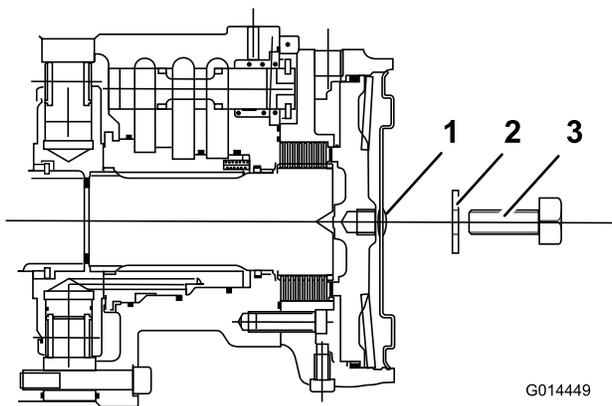

Figura 63
4. Montate la vite di arresto M12 x 40 mm lunga con rondella nel foro al centro della piastra di chiusura del motorino (Figura 63).
5. Serrate la vite di arresto nel foro filettato del pistone del freno fino a sbloccare il freno (Figura 63).
6. Identificate il gruppo freno a disco motorizzato della ruota anteriore sinistra e ripetete la procedura precedente (Figura 63).